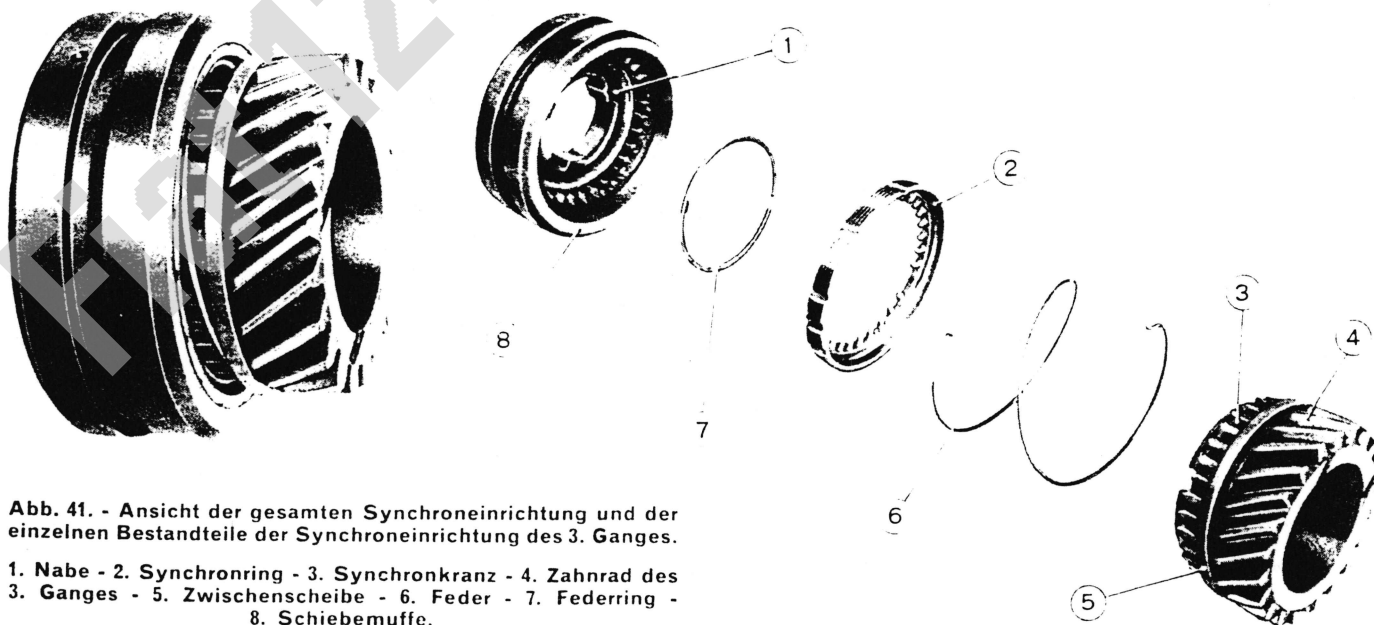

Abb. 41. - Ansicht der gesamten Synchroneinrichtung und der einzelnen Bestandteile der Synchroneinrichtung des 3. Ganges.
Die Synchroneinrichtung für den 1., 2., 3. und 4. Gang setzt sich zusammen aus einer Schiebemuffe (8, Abb. 41), einer Nabe (1) und einem Synchronring (2) sowie einer Feder (6).
Die Schiebemuffe (8, Abb. 41) sitzt fest auf der Nabe (1) und bewegt sich somit im Gleichlauf mit der Getriebehauptwelle. Der Synchronring (2) ist durch seine Innenverzahnung mit dem Synchronkranz (3) verbunden, welcher zusammen mit dem Zahnrad (4) im Leerlauf auf der Hauptgetriebewelle sitzt.